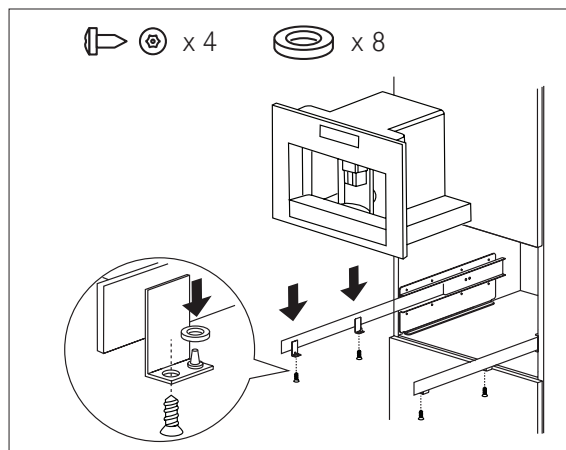

Рис. 5
- ▶ Установите прибор на направляющую, проверив правильность вставки штифтов в корпус, а затем закрепите его с помощью винтов, входящих в комплект поставки (рис. 5). Для регулировки высоты прибора используйте распорные диски, входящие в комплект поставки.